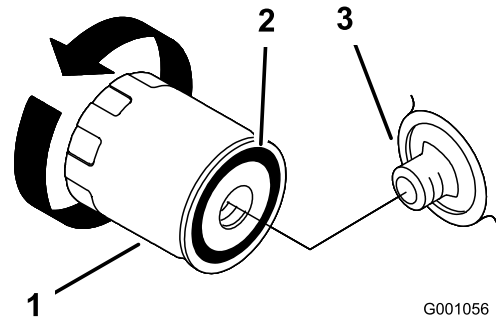

Figura 24
2. Retire el filtro usado y limpie con un trapo la superficie de contacto de la junta (Figura 24).
3. Aplique una capa fina de aceite nuevo a la junta de goma del filtro nuevo (Figura 24).
4. Instale el filtro de repuesto en el adaptador de filtro; gire el filtro en el sentido de las agujas del reloj hasta que la junta de goma entre en contacto con el adaptador del filtro, luego apriete el filtro de 2/3 a 1 vuelta más (Figura 24).